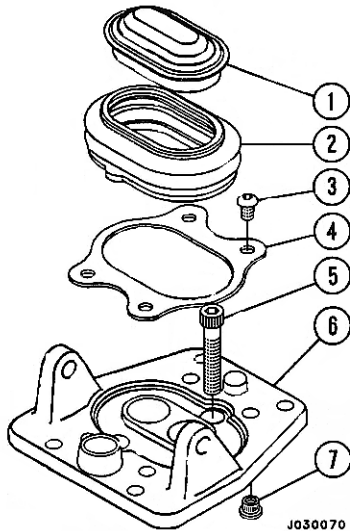
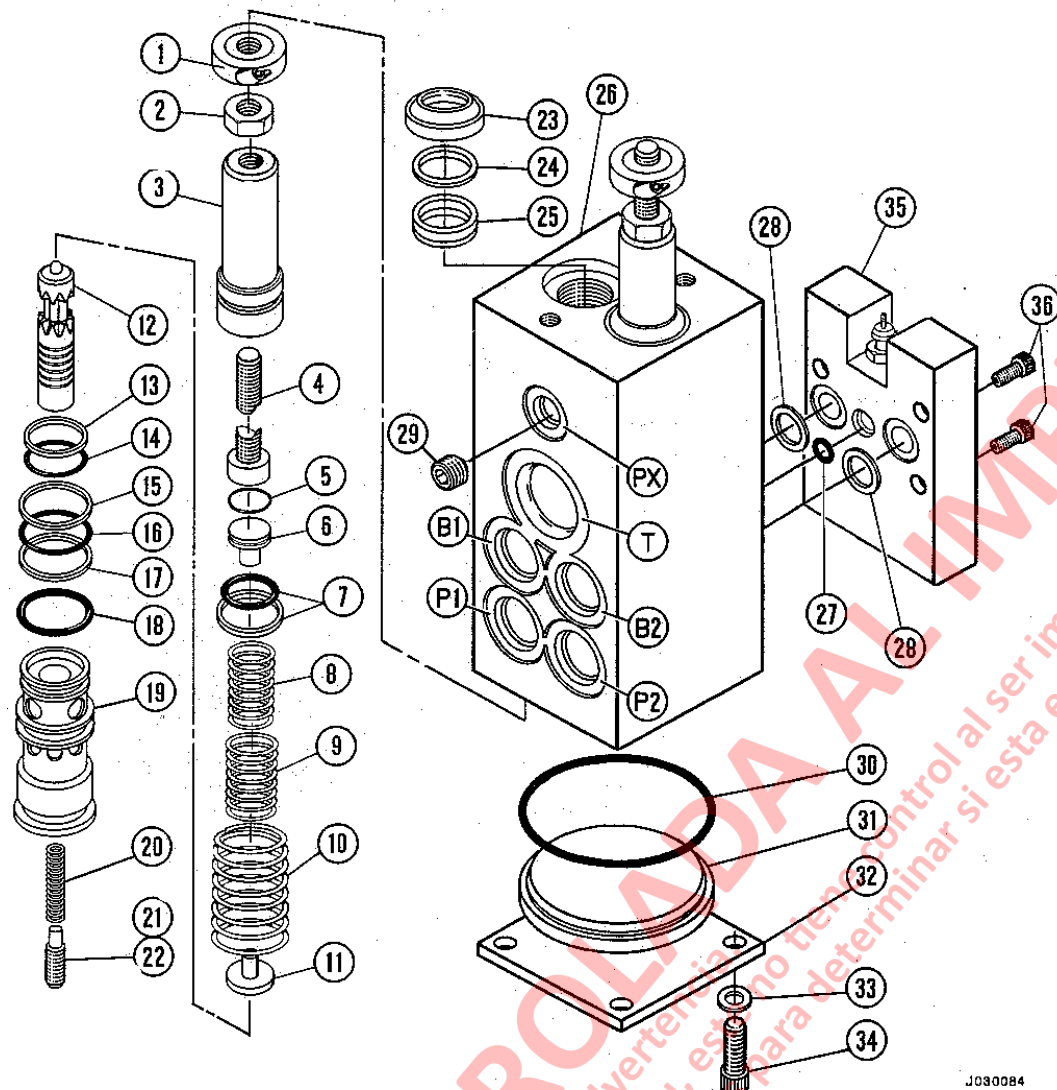

FIGURA 3-4 TAPA DEL ACCIONADOR Y PROTECCION
FIGURA 3-5. VALVULA DE FRENOS
6. Saque los cuatro pernos allen (3, Figura 3-4) que aseguran la placa de retención de la protección (4).
7. Saque la placa de retención de protección (4), protección (2) y la tapa del accionador (1) como un conjunto, tomando la protección y sacándola lentamente desde el cuerpo de la válvula.
8. Saque los pernos (36, Figura 3-4) y el interruptor de presión diferencial (35). Consulte Interruptor de Presión Diferencial para más instrucciones de reparación del interruptor.
9. Saque y deseche el anillo de goma (27) y los sellos (28).
10. Suelte las tuercas de seguridad del émbolo (2). Suelte el perno de las bridas de ajuste (1).
12. Saque los dos pernos (5, Figura 3-4) que sujetan la base del accionador (6) al cuerpo de la válvula.
15. Saque los cuatro pernos (34, Figura 3-5) y golillas (33) de la base de la válvula.
16. Saque la placa de base (32).
17. Con la válvula en posición vertical, debe caer el tapón de retención (31). Si no cae, golpee suavemente el cuerpo de la válvula para destrabarlo.
*NOTA: Los carretes (12), émbolos de reacción (21) y (22) y resortes de retorno del carrete (20) pueden caerse en este momento. Mantenga las piezas separadas de modo que puedan instalarse en las mismas cavidades de las cuales fueron desmontadas.*
18. Saque el anillo de goma (30) del orificio rebajado en la base del cuerpo de la válvula. Deseche el anillo de goma.
19. Con el controlador vertical en el banco de trabajo, sostenga la válvula con una mano y empuje el émbolo del accionador "B1" (3) hacia abajo con la otra mano hasta que la camisa del regulador (19) se suelte.
21. Gire la válvula sobre su costado, en el banco de trabajo, y saque las camisas del regulador (19) del cuerpo de la válvula.
22. Saque los carretes del regulador (12), émbolos de reacción (21) y (22) y los resortes de retorno del carrete (20) de las camisas del regulador (19).
23. Saque los resortes de retorno del émbolo (10), los resortes del regulador (8) y (10) y los asientos de resorte (11) del cuerpo de la válvula.
2. Inspeccione el émbolo (3, Figura 3-5) por si hay desgaste en los costados donde éste se mueve a través de los sellos. Si se ven ranuras axiales o si hay desgaste aparente, cambie el émbolo.
3. Coloque el carrete del regulador (12) en su camisa (19). Empuje el carrete levemente a través de la camisa. El carrete debe ser capaz de moverse libre y suavemente por toda la camisa. De no ser así, se debe cambiar. Nunca cambie sólo el carrete o la camisa. Estos se deben cambiar como un conjunto.
5. Inspeccione los insertos roscados (7, Figura 3-4) en la base del accionador (6). Si cualquiera de los hilos está dañado, debe cambiar los insertos.
1. Examine la protección (2, Figura 3-4) para ver que no haya grietas, desgarros y otros daños. Si el daño es evidente, se debe cambiar la protección.
2. Si esta dañada, saque la protección de la tapa del accionador (1) y deseche la protección antigua. Limpie muy bien los costados de la tapa raspando el borde donde la tapa hace contacto con la protección. Use un cuchillo o raspador apropiado. Limpie muy bien para sacar todo el adhesivo o restos de la protección antigua.
1. Monte un anillo de goma (3, Figura 3-5) en la ranura del anillo de goma ubicada en el extremo del diámetro mayor del émbolo de accionamiento (2).
2. Monte un anillo Glyde dividido (3) sobre el anillo de goma. Tuerza y apriete el anillo Glyde dividido en un círculo pequeño antes de montar para asegurarse que se ajuste completamente en el anillo de goma.
1. Si desmontó el espárrago, colóquelo (4, Figura 3-5) en el émbolo (3). Apriete la tuerca (2).
2. Monte la nueva empaquetadura (5) en el asiento (6) e inserte en la cavidad del émbolo.
3. Lubrique levemente el anillo Glyde del émbolo de accionamiento (3).
6. Monte el resorte de retorno del émbolo (10, Figura 3-5), resortes del regulador (8) y (9) y asiento del resorte (11) en el circuito correspondiente. Si el asiento del resorte no se asienta correctamente en la parte superior del resorte de control, sacuda levemente la válvula para posicionar correctamente el asiento del resorte.
7. Lubrique levemente el carrete del regulador (12).
8. Monte el carrete del regulador en la camisa del regulador (19). El extremo esférico del carrete debe estar en la parte superior de la camisa del regulador. La parte superior de la camisa es el extremo con el diámetro exterior más pequeño.
11. Lubrique levemente los anillos de goma (14), (16) y (18) en la camisa del regulador.
13. Monte el resorte de retorno del carrete (20) dentro del carrete del regulador (12).